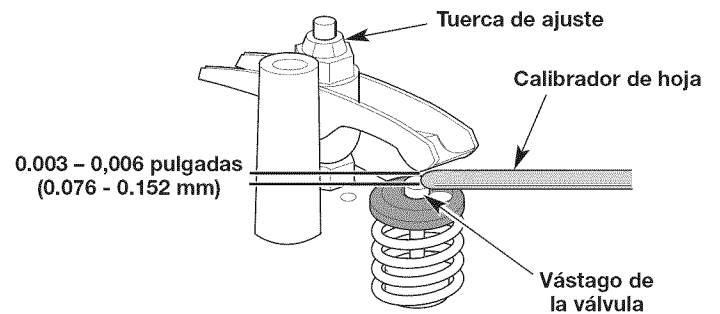

Fig. 28
8. Use un calibrador de hoja para medir la holgura entre uno de los vástagos de las válvulas y su balancín correspondiente (Fig. 28). Repite este proceso para el otro vástago de la válvula y el balancín. La holgura recomendada es de **0.003 pulgadas a 0.006 pulgadas (de 0.076 mm a 0.152 mm)**. Use un calibrador de hoja automotriz estándar de **0.005 pulgadas (0.127 mm)**. El calibrador de hoja debe deslizarse entre el balancín y el vástago de la válvula con una ligera resistencia, sin doblarse (Fig. 28).
- a. Gire la tuerca de ajuste utilizando una llave de 5/16 de pulgada (8 mm) o un impulsor de tuercas (Fig. 28).